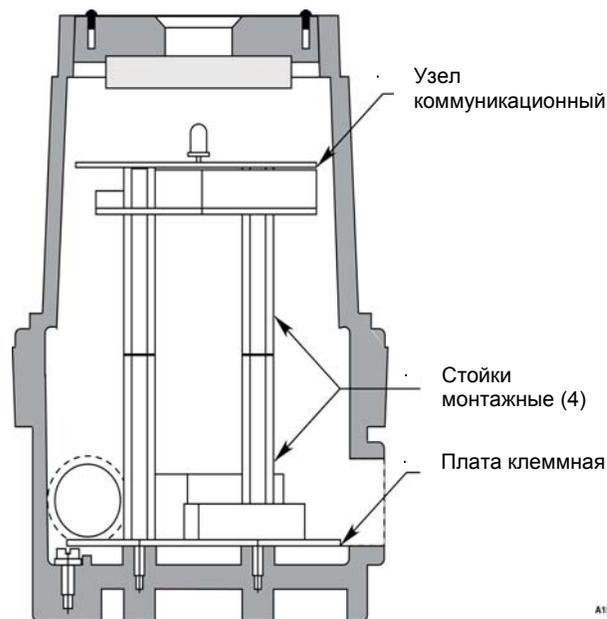

Рис. 3-60. Размещение печатных плат в корпусе универсального модуля
2. Узел коммуникационный, размещённый над клеммной платой с использованием монтажных стоек, см. рис. 3-60.
Укрепите коммуникационный узел на монтажных стойках, как показано на рис. 3-60. Подсоединить внутренний плоский кабель между клеммной платой и коммуникационным узлом. Установить адрес данного модуля, как указывается в разделе установки адресации узлов сети.
2. Узел коммуникационный, размещённый над платой клеммной с использованием стоек, см. рис. 3-60.
5. Закончить подсоединение всех внешних проводов к плате клеммной внутри модуля. Произвести сборку модуля, как указано в процедуре выполнения электро-монтажа. По окончании сборки, внутренний монтаж модуля должен выглядеть как показано на рис. 3-60.